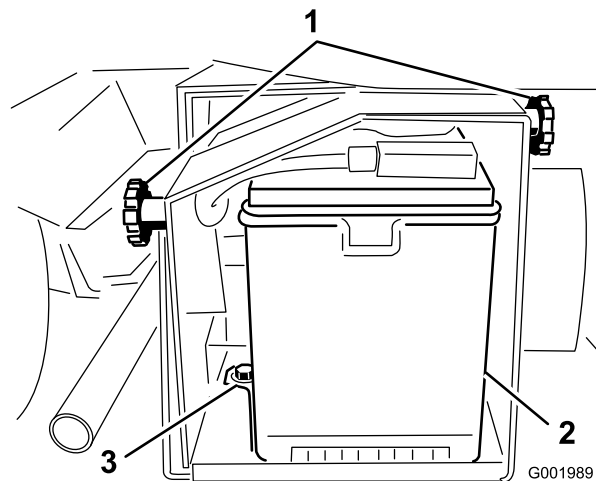

図 54
2. バッテリー・ボックスのノブ(図 54)をゆるめ、カバーを外す。
5. バッテリー・リテナーと固定金具を外す（図 54）。
2. バッテリー押さえを元通りに取り付ける（図 54）。
4. バッテリーカバーを元どおりに取り付けノブで固定する（図 54）。
1. バッテリー・ボックスのノブ（図 54）をゆるめ、カバーを外す。